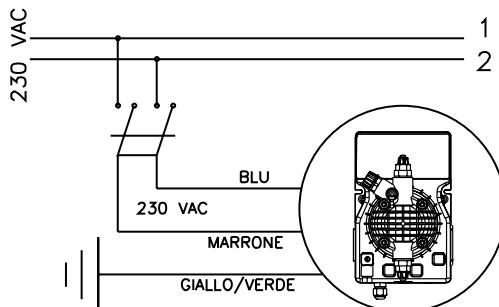

Fig. 4
1. Asegurarse que la misma esté desactivada eléctricamente (por ambas polaridades), desconectando los conductores de los puntos de contacto de la red a través de la apertura del interruptor omnipolar con una distancia mínima entre los contactos de 3 mm (Fig. 4).
- b. - Respetar las normas en vigor en los diferentes países por lo que se refiere a la instalación eléctrica (Fig. 4). **Si el cable de alimentación no está dotado de enchufe eléctrico, el equipo debe quedar conectado con la red de alimentación utilizando un interruptor onmpolar seccionador que tenga una distancia mínima entre los contactos de 3 mm. antes de tener acceso a los dispositivos de conexión todos los circuitos deben estar interrumpidos.**
- a. Asegúrese de que esté desactivada eléctricamente (ambas polaridades) desconectando los conductores de los puntos de contacto de la red con el interruptor omnipolar de distancia mínima entre contactos de 3 mm. (Fig. 4).